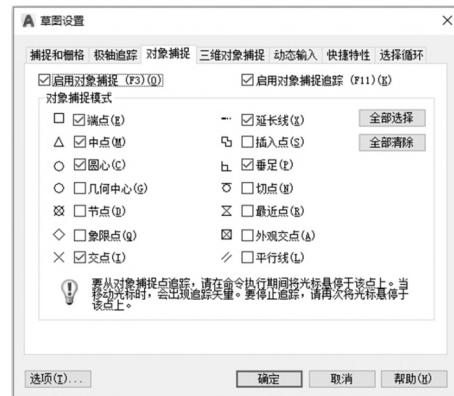

图 1-3 “草图设置”对话框
1) 捕捉：当打开此模式时，光标只能沿 X 或 Y 轴移动，每次移动的距离可以设置。右键单击 **捕捉**，弹出“快捷”菜单，选择【设置】选项，打开“草图设置”对话框，如图 1-3 所示。在【捕捉和栅格】选项卡的【捕捉间距】分组框中可以设置光标移动捕捉的间距。